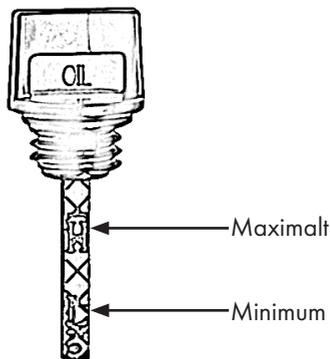

Bild 23
- Läs av oljenivån, se även bild 23.
Det måste finnas en oljefilm mellan den övre och den nedre markeringen. Om det inte finns någon oljefilm är oljenivån för låg, bild 23. Fyll på med mer olja. H-High står för maximum. L-Low står för minimum.